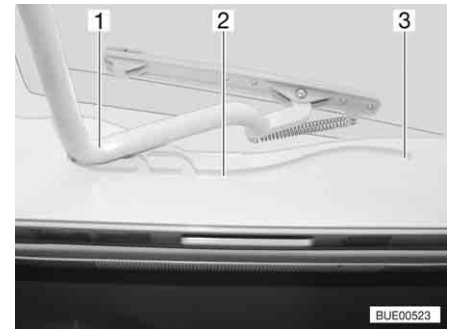

Fig. 89 Lanterneau Heki, glissière
- Tirer l'étrier (Fig. 89,1) dans les glissières (Fig. 89,2) jusque dans la position la plus reculée (Fig. 89,3).
- Pousser l'étrier (Fig. 89,1) légèrement vers le haut avec les deux mains.
- Tirer l'étrier dans les glissières (Fig. 89,2) jusqu'à la position souhaitée.